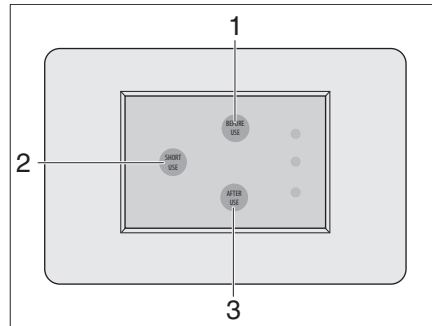

Fig. 386 Panel del aseo con vibrador
- Presionar el pulsador de descarga corta (Fig. 386,2).
- Antes de ir al baño presionar el pulsador previo a la utilización (Fig. 386,1).
- Después de ir al baño presionar el pulsador posterior a la utilización (Fig. 386,3).